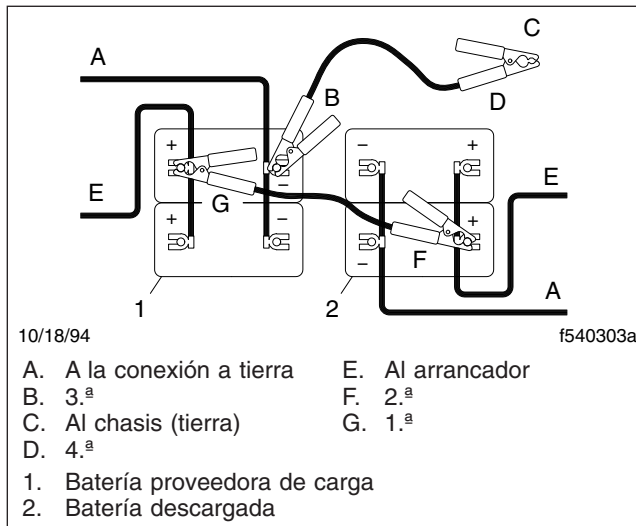

Figura 13.5, Conexiones de los cables de puente
3. Conecte un extremo de un cable de puente al terminal positivo de la batería elevadora de voltaje (o al borne para arranque con cables de puente, si así está equipado), y conecte el otro extremo del cable al terminal positivo de la batería descargada (o al borne para arranque con cables de puente, si así está equipado). Vea la Figura 13.5.